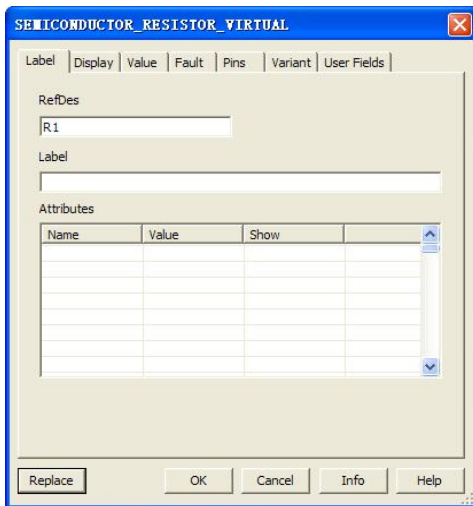

图 1-17 Label 选项卡
1) Label 选项卡如图 1-17 所示。Label 选项卡用于设置元件的标注。
- ① RefDes 表示该电阻的元件序号, 是元件唯一的识别码, 必须设置且不允许重复。
- ② Label 为该电阻的标注文字, 没有电气意义, 可输入中文。